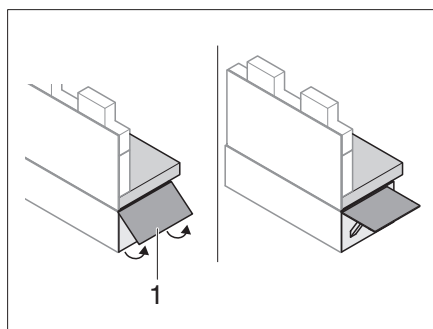

Fig. 141 Apertura della prolunga del divanetto
- Spingere la prolunga del divanetto (Fig. 141,1) verso l'alto.
- Inserire la stecca di sbloccaggio e richiudere la prolunga del divanetto (Fig. 141,1).